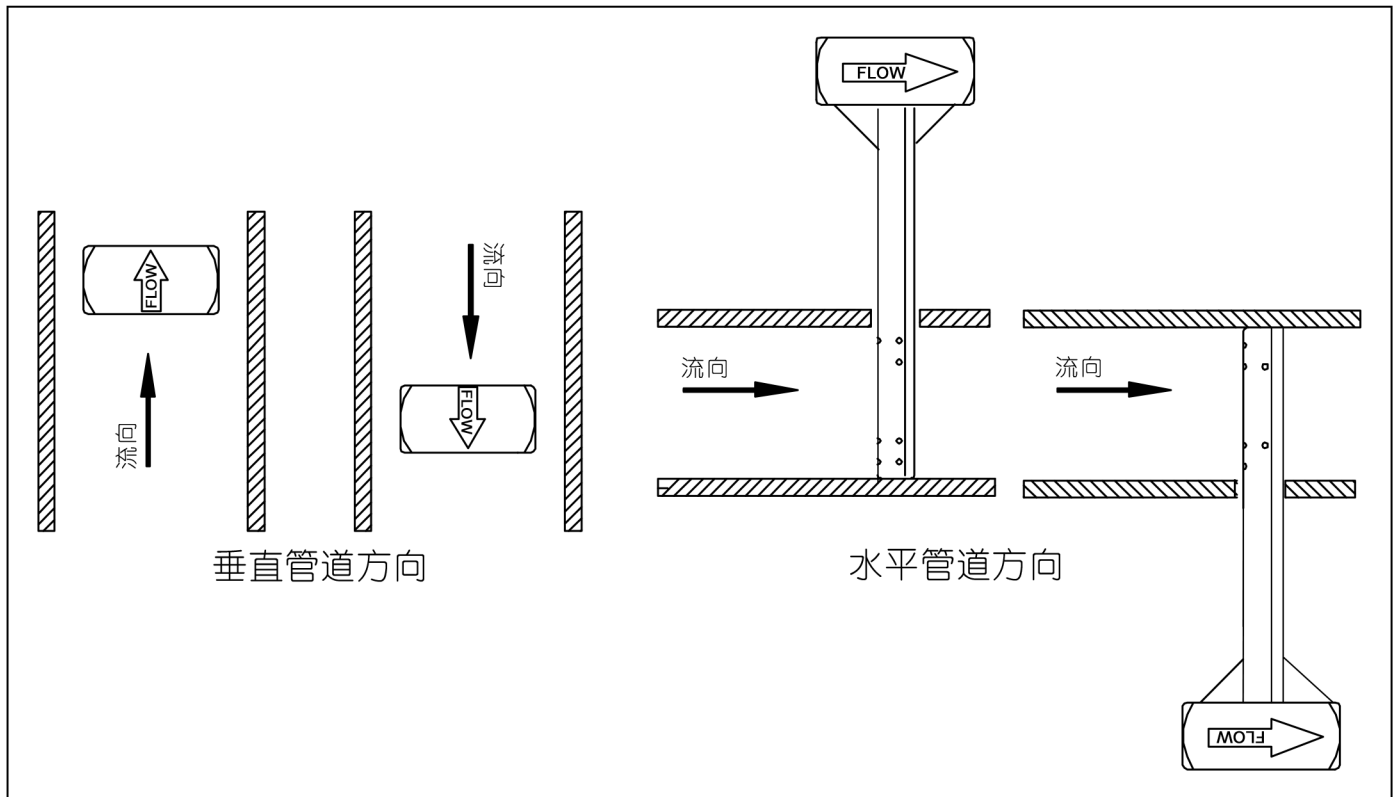

图 5: 流体方向
- 安装探头时应在法兰之间装入垫片，并确保探头上的 "Flow" 箭头与流向一致（图 5）。拧紧螺母，直到垫片完全压紧（垫片厚度应约为 3mm [1/8"]）。